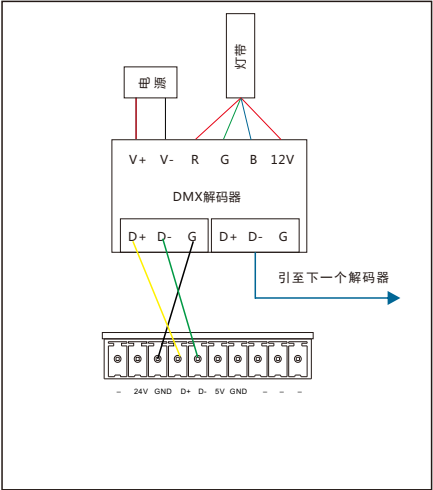

图7.DMX512智能模块接线
产品接线,见图7-图8
2. DMX512接口:24V、5V为输出电压,(见图7)